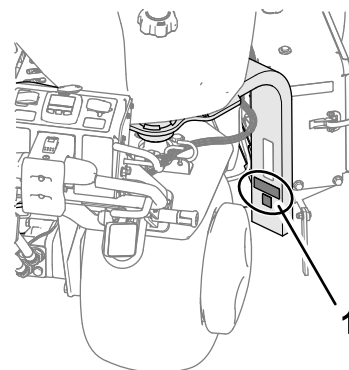

Figura 19
2. Limpie la pata de la horquilla con alcohol, tal y como se muestra en la Figura 19 y deje que se seque la superficie.
3. Coloque la pegatina CE y la del año de producción en la pata de la horquilla (Figura 19).